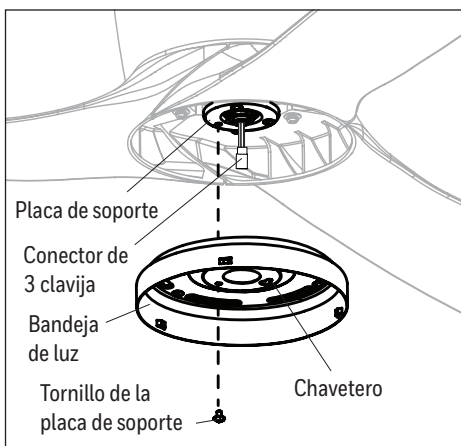

Figure 4.4
4. Retire uno de los tres tornillos de la placa de soporte preensamblados a la placa y afloje los otros dos sin retirarlos. Pase el conector de 3 clavijas a través del orificio central en la bandeja de luz. Alinee los chaveteros de la bandeja de luz con los tornillos sueltos de la placa de soporte. Gire el bandeja de luz en dirección de las manecillas del reloj y vuelva a colocar el tornillo de la placa de soporte que se retiró anteriormente. Apriete todos los tornillos (Figure 4.4).